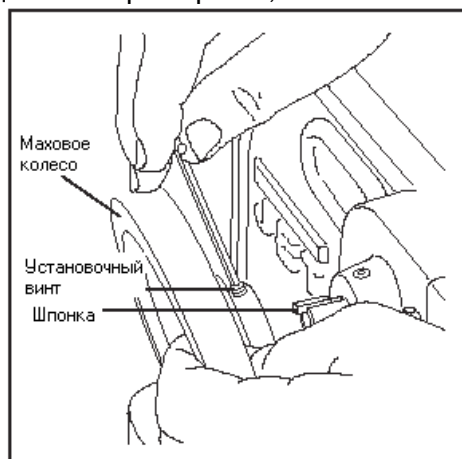

Рис.2. Снятие махового колеса
- А. Снимите рукоятку (3). (Обращайтесь к разделу Снятие рукоятки).
- Б. Ослабьте установочные винты (19) в ступице махового колеса (4). Снимите маховое колесо (4) с шестерни (9), затем снимите шпонку (17) с шестерни (9) (см. Рисунок 2).
- В. Вытяните дорн (5) так, чтобы образовался зазор для снятия шестерни (9) с дорнового пресса.
- Г. Переверните дорн (5) нужным концом.